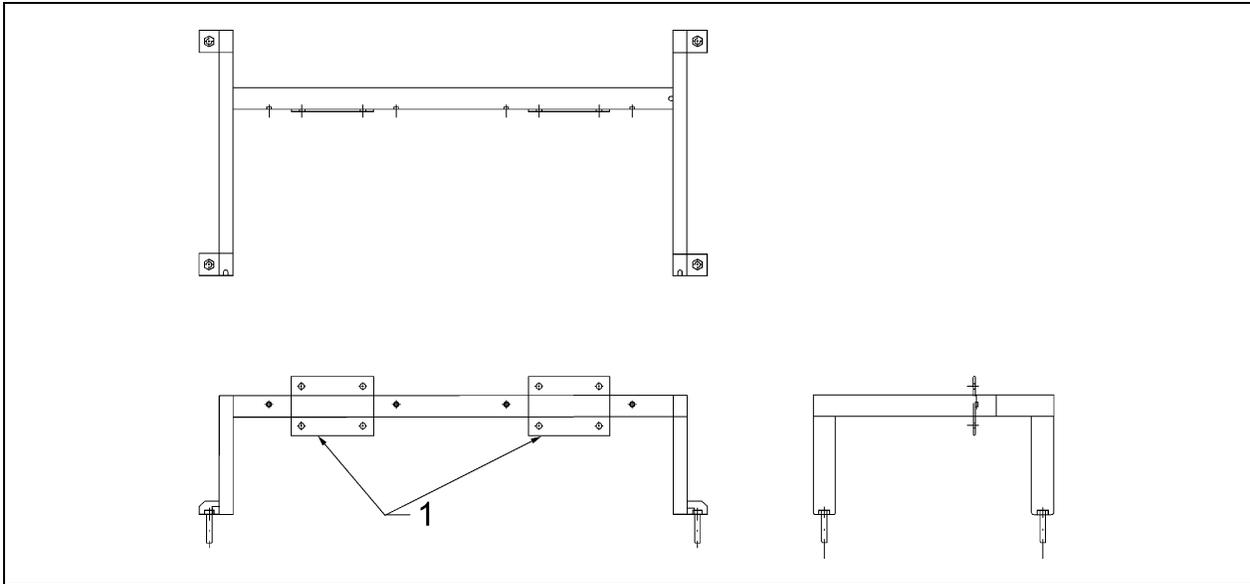

**Figure 5 :** Support #220977.
19. Positionner le support #220977 (figure 5) sous le véhicule. Faire coïncider les trous de passage de la pièce avec ceux du panneau de fond (figure 6, élément 6). Souder.